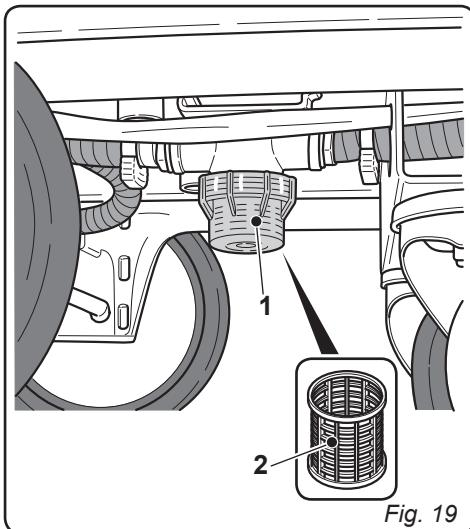

Fig. 19
10.1.d - Nettoyage du filtre d'eau propre (Fig. 19)
- Dévisser le couvercle transparent (1) du filtre et enlever de filtre (2).
- Nettoyer le filtre (2) dans de l'eau courante.